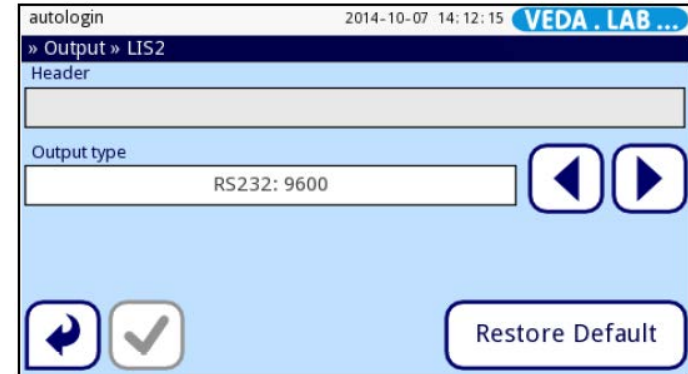

Abbildung 47: Der Bildschirm **Output»LIS2** (Ausgabe»LIS2)
- 3 Auf dem Bildschirm **Output»LIS2** (Ausgabe»LIS2) tippen Sie in das Textfeld **Header** (Kopfzeile), um die Tastatur aufzurufen (vgl. **Abbildung 47**), und geben den Text ein, den Sie gerne als Kopfzeile für die übertragenen Daten haben möchten.